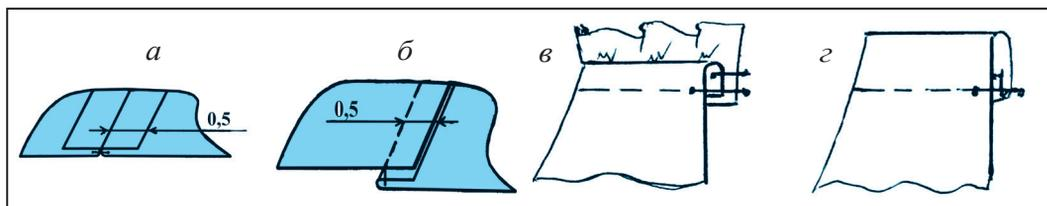

Рис.59. Обработка деталей платья.
Шитьё платья осуществляют следующим образом (рис.59).
– В средней линии задней части платья простёгивают припуск на швы и, обративлицевую сторону клицевой, до нарезки прострачивают строчный ряд шириной 0,5 см, припуски шва гладят утюгом (рис.59, а).
– Задние и передние куски прошивают вдоль плечевой и боковой частей, обращёнными друг к другу сторонами, с шириной шва 0,5 см, намётывают по припускам на швы и отутюживают (рис.59, б).
– Подготавливают складки для шеи и части низа рукавов, затем пришивают (см тему «Шитьё фартука») (рис.59, в).
– Подгибают низ платья (рис.59, г).